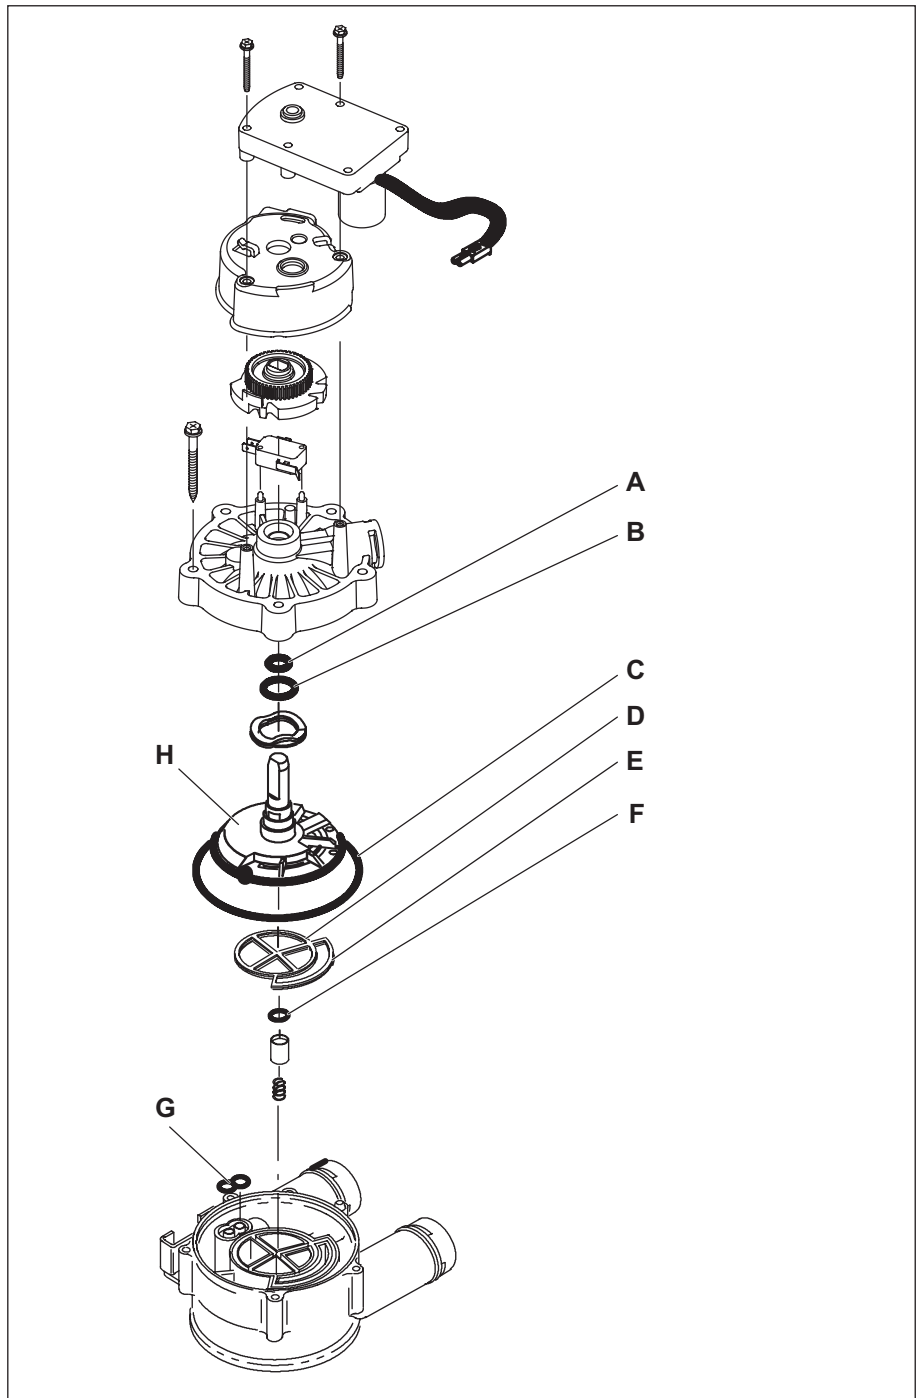

Abb. 15: Ventilbaugruppe
3. Ventilbaugruppe gemäß Abb. 15 demontieren.
5. Rotor (H) prüfen und bei Beschädigung austauschen (siehe Kapitel „9 Ersatzteile“).
7. Gereinigte Bauteile gemäß Abb. 15 montieren.